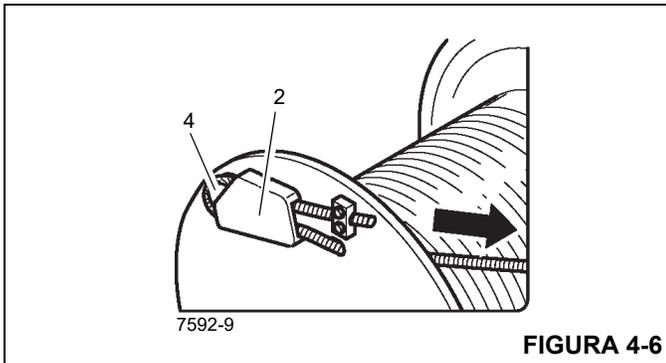

FIGURA 4-6
- Empuje el cable hasta que la cuña (4) (Figura 4-6) quede completamente en la bolsa (2) (Figura 4-6).
- Asegúrese que la cuña de cable (4) (Figura 4-6), el bucle y la punta del cable no sobresalen más allá de la rueda embrizada. Esto evitará daños.